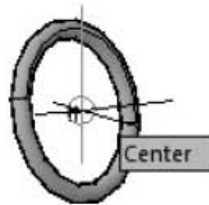

Рис. 12.38. Выбор базовой точки на кольце
5. Укажите базовую точку с привязкой Центр (Center) — центр верхней окружности кольца (рис. 12.38):